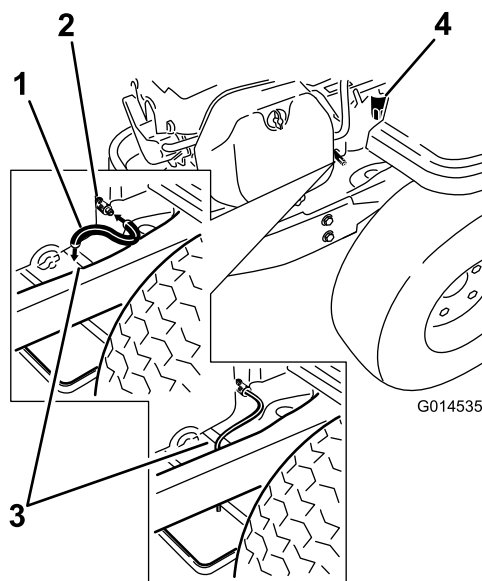

Figura 31
4. Pulite l'area attorno alla valvola di spurgo e sul telaio della macchina. Individuate il tubo di spurgo dell'olio e spostatelo sopra la valvola di spurgo (Figura 31).
5. Infilate l'estremità opposta del tubo di spurgo dell'olio all'estremità del telaio (Figura 31).